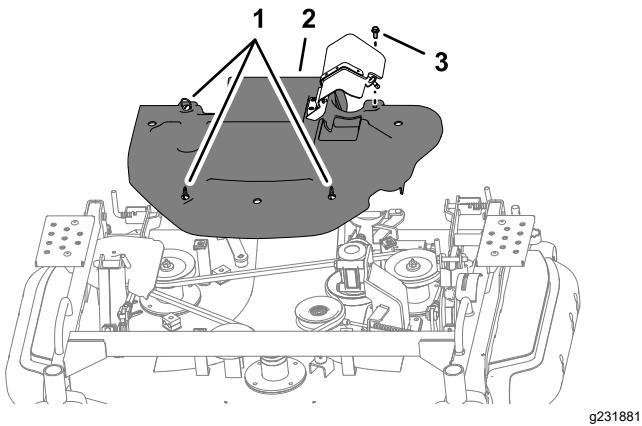

Рисунок 116
- Поверните 3 элемента зажима за четверть оборота против часовой стрелки (Рисунок 116).
2. Ослабьте затяжку болта (Рисунок 116).
1. Совместите элементы зажима за четверть оборота на кожухе ремня с зажимными гайками на деке газонокосилки; см. Рисунок 116 в разделе Снятие кожуха ремня (страница 85).
3. Вставьте болт в кожухе ремня в зажимную гайку на деке газонокосилки; см. Рисунок 116 в разделе Снятие кожуха ремня (страница 85).